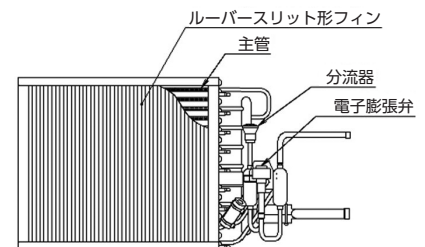

図3-16 直膨コイル
- ・コイルは主管内の冷媒がルーバースリット形フィンの伝熱面を介して空気と熱交換する装置です。(図3-16参照)